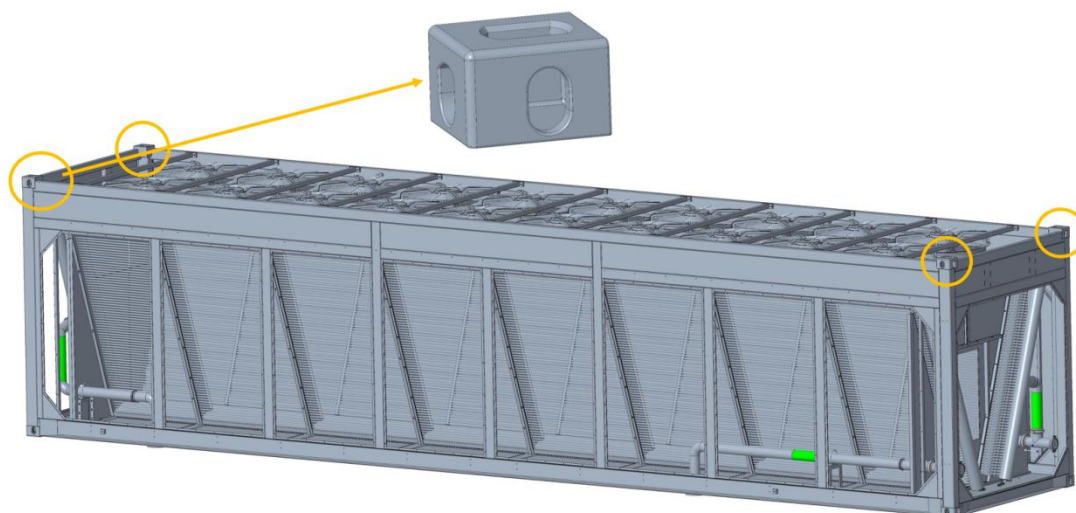

图 6.3 吊装点位置示意图
- 将吊带分别穿过机组上方四个角件，角件位置如图 6.3 所示；